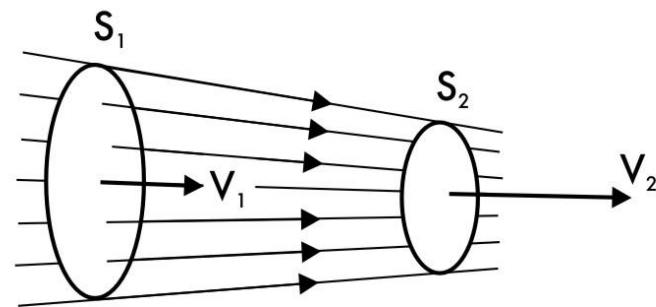

Рис. 6.2
- Рассмотрим какую-либо трубку тока. Выберем два ее сечения S_1 и S_2 , перпендикулярные направлению скорости (рис. 6.2).